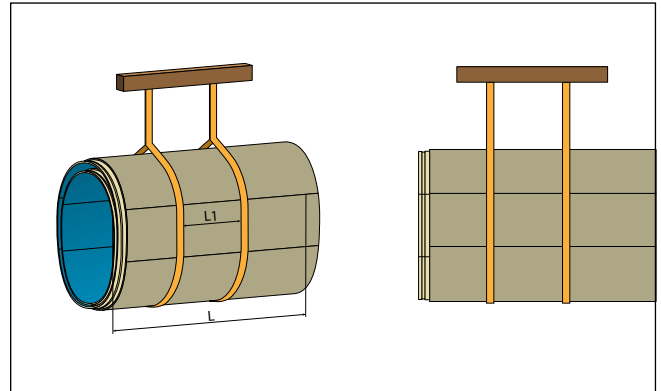

Abb. 14: Heben von genesteten Rohren, ($L1 = 0,6 \times L$)
1. Heben Sie den genesteten Rohrsatz immer mit mindestens zwei flexiblen Transportgurten an. Der Abstand der Gurte und ihre Tragfähigkeit sollten jedes Mal für den gegebenen Satz von Rohrprofilen gewählt werden (Abb. 14).